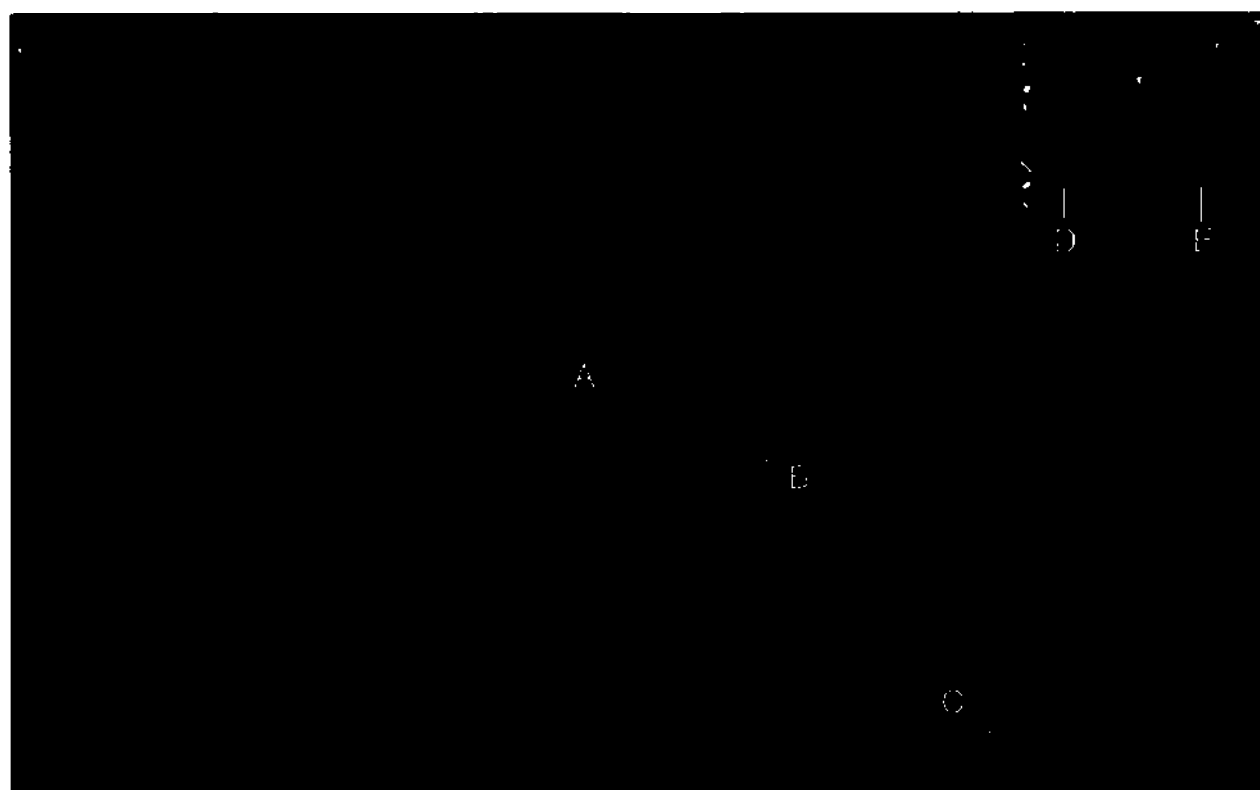

Рисунок 74. Экран сигналов ECG.
1. Проверьте качество ECG-сигнала, исследовав волновые сигналы (Рисунок. 74). Кривые должны быть представлены ровными линиями без больших шумовых искажений. Если кривые содержат избыточный шум, необходимо проверить соединения всех электродов и кабелей между пациентом и усилителем системы картирования сердца EnSite Precision™.